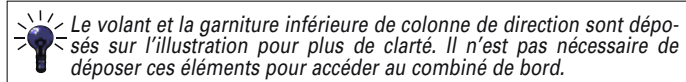

FIG. 12
- A l'aide d'un outil plat non tranchant, dégrafer la garniture supérieure de colonne de direction (1) en (2) puis de la garniture inférieure de colonne de direction suivant en (3) (Fig.12).